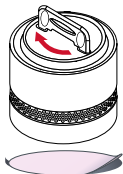

Abb. 3
Dann lösen Sie den Deckel des Gehäuses durch Drehen (siehe Abb. 3), und drücken Sie die Taste im Inneren des Rauchmelders.
Vorbereitung (siehe Abb. 3):
- Aktivieren Sie den Rauchmelder, indem Sie die Montageplatte gleichzeitig herunterdrücken und im Uhrzeigersinn drehen (siehe Abb. 3). Der Rauchmelder ist aktiviert, wenn der Gehäusedeckel mit einem Klicken einrastet.